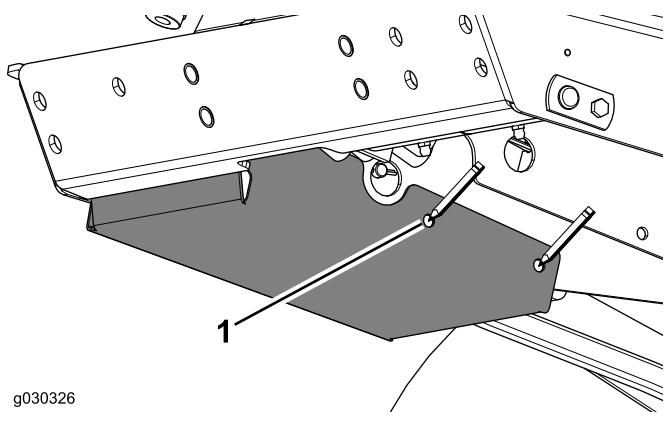

Figura 8
- Sostenga el otro lado de la cubierta del pedal y transfiera el punto central de las 2 ubicaciones de los orificios restantes a la máquina (Figura 8).